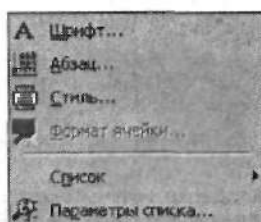

Рис. 1.30. Так выглядит меню **Формат** при работе с текстовыми документами
- **Формат.** При работе со спецификациями при помощи этого пункта главного меню можно произвести необходимые настройки редактируемого документа. В то время как содержание данного меню при работе с текстовыми документами очень похоже на аналогичный пункт меню обыкновенного текстового редактора, например, MS Word. Здесь вы можете найти команды настройки шрифтов, форматирования абзацев, стилей, создания списков и т.д. (рис. 1.30);